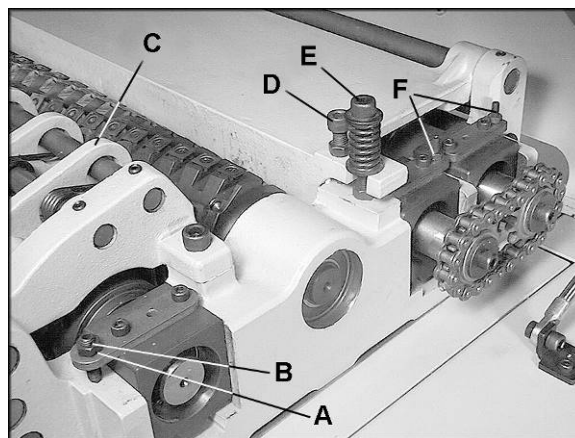

Рис. 11
5. Если размер не соответствует 1/16" (1,6 мм), то ослабьте стопорную гайку (А, Рис. 11) и поворачивайте винт регулирования (В, Рис. 11) пока нижняя часть вала подачи коснется вершины измерительного блока. Затем затяните стопорную гайку
Стружколоматель (С, Рис. 11) сделан подпружиненными секционными деталями собранными на одной оси, установленными после вала подачи заготовки. Стружколоматель должен сломать стружку в маленькие части, чтобы помочь избежать раскалывания заготовки, обеспечить не допустимость обратного выталкивания заготовки, и направить поток стружки из станка.
Рис. 11 показывает винт регулирования высоты (D) и винт регулирования пружины прижима (E) для защитной планки. Эта начальная установка - отправная точка, а заключительное регулирование, вероятно, придется сделать во время проверки станка после всех регулировок при пропуске заготовки.
Регулируйте высоту используя винты (F, Рис. 11). Когда закончена установка, затяните стопорные гайки на винтах (F, Рис. 11).